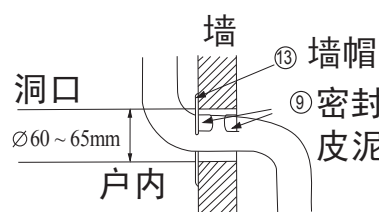
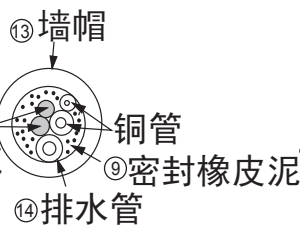

图29
图30
- 2 用附件 ⑬ 墙帽及附件 ⑨ 密封橡皮泥来整理墙上的洞，如图29、图30。